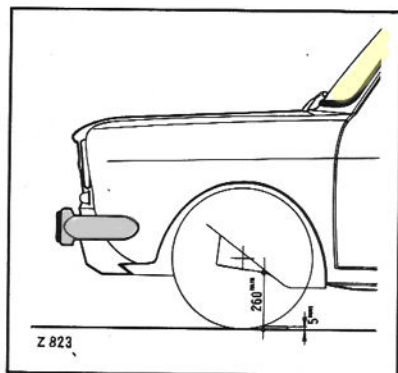

Fig. 2
(2) Les conditions de mesure à vide s'entendent pour les cotes au sol indiquées sur la figure 2